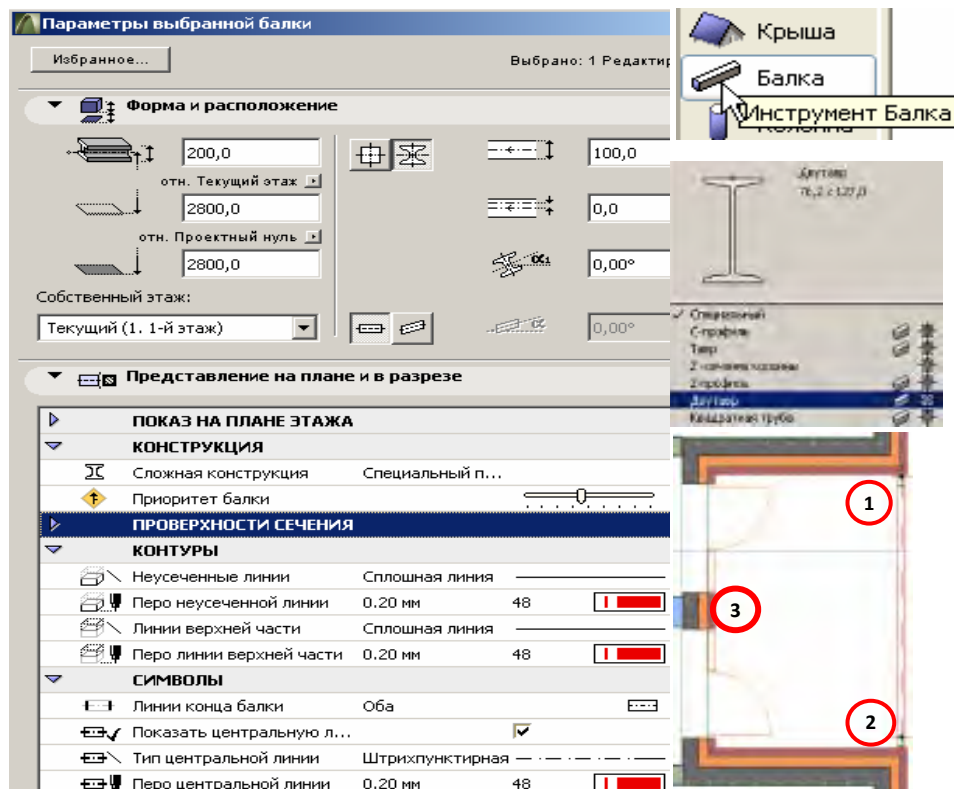

Рис. 110
5. Выберите инструмент **Балка** и затем двойным щелчком активируйте диалоговое окно **Параметры балки** и как и для колонны установите предварительные параметры балки, как это показано на рис. 110.